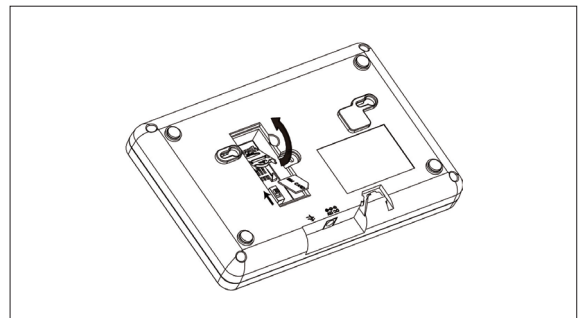

Bild 2
2. Sätt i SIM-kortet i SIM-kortshållaren. Bild 2.